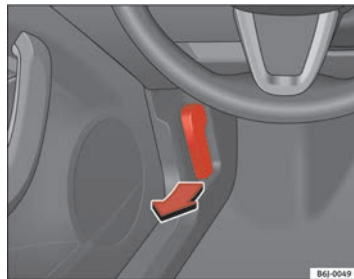

Abb. 113 Öffnungshebel für Motorraumklappe
- Ziehen Sie den Hebel unter der Instrumententafel ⇒ **Abb. 113** in Pfeilrichtung. Die Motorraumklappe wird durch Federwirkung entriegelt ⇒ .